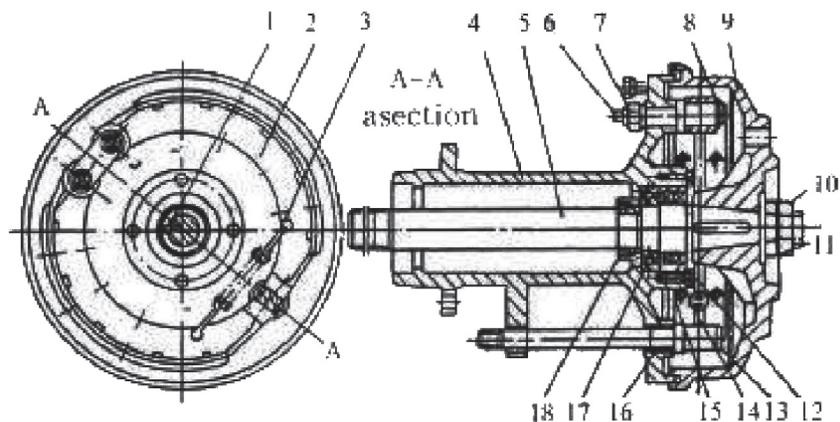

Рис. 3.15. Полуось и тормозная система.
Полуось и тормоза (рис. 3.15.) состоит из тормозных колодок, полуоси, корпуса полуоси, вал эксцентрика, масляный сальник, подшипников и т.д. Для тракторов серии РУСИЧ существуют нормальная ширина колеи, средняя и широкая. Имеется три типа корпуса полуоси 4 и полуоси 5 для полуоси и тормозов. Следует обращать на это внимание при замене корпуса полуоси и полуоси. Покупайте и заменяйте детали в соответствии с моделью деталей в каталоге.
2. Отрегулируйте положение вала эксцентрика (рис. 3.15.), чтобы изменить трение фрикционных дисков тормозных колодок и ступицы тормоза, а также сделать износ фрикционных дисков равномерным. При регулировке, приподнимите домкратом заднюю ведущую ось, ослабьте гайку 7 (рис. 3.15.), поверните вал эксцентрика гаечным ключом и одновременно поворачивайте колесо. Когда почувствуете сопротивление, тормозная колодка соприкасается со ступицей тормоза, а затем поверните вал эксцентрика в противоположное положение. Продолжайте, пока не прекратится сопротивление при поворачивании колеса. После этого затяните гайки во избежание несанкционированного поворачивания.